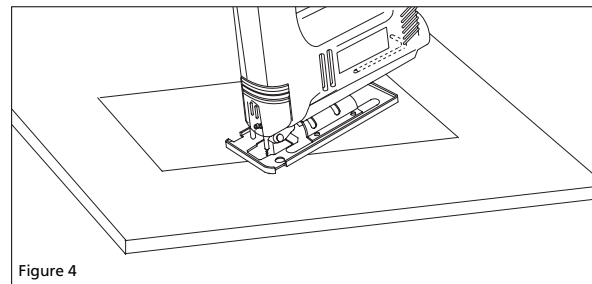

Figura 4
- Corte por penetración (ver Figura 4):